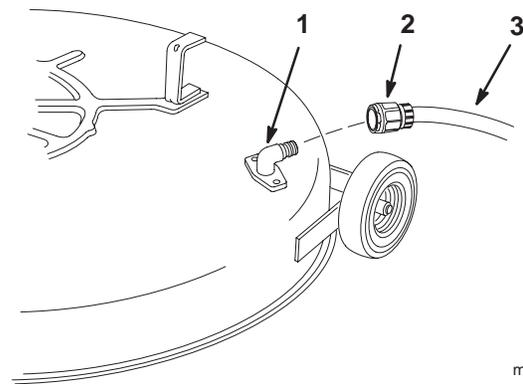

Bild 53
2. Drehen Sie eine Schlauchkupplung auf die Kupplung am Schneidwerk-Spülanschluss und drehen das Wasser mit starkem Druck auf (Bild 53).